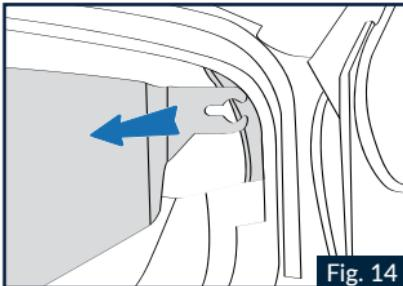

Fig. 14
- 3.2. Den linken Seitenteil des Sonnenschutzhaldes fassen und zur Außenseite des Helms ziehen (Abb. 14).
- 4.2 Das linke Ende des Sonnenschutzhaldes in die Führung einschieben, bis sie vollständig in der Aufnahme der Schale einrastet (Abb.14).